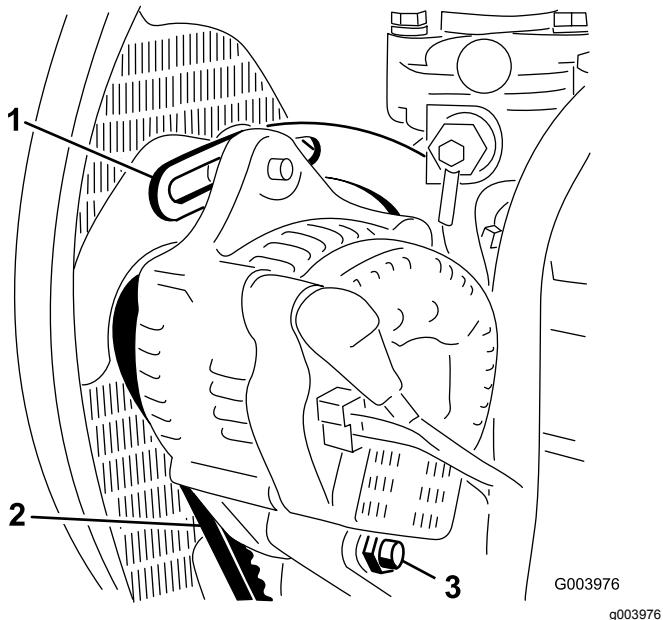

Bild 65
2. Prüfen Sie die Spannung des Lichtmaschinenriemens, indem Sie eine Kraft von 10 kg in der Mitte zwischen der Lichtmaschine und den Riemscheiben der Kurbelwelle ansetzen (Bild 65).
3. Lockern Sie die Schraube, mit der die Strebe am Motor befestigt ist (Bild 65) sowie die Schraube, mit der die Lichtmaschine an der Strebe und der Drehschraube befestigt ist.